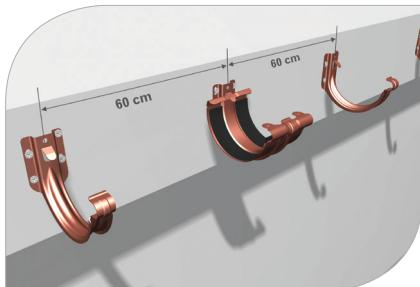

рис. 4
- 1.8 В системе Galeco STAL соединитель на кронштейне монтируется неподвижно к лобовой доске, что стабилизирует систему (**рис. 4**).
- 3.5 Если для присоединения желобов вы используете соединитель на кронштейне, то смонтируйте его на расстоянии 60 см от соседних кронштейнов (**рис. 4**)
- 3.11 Вторым способом соединения желобов является монтаж соединителя на кронштейне (**рис. 4, 25, 26, 27**)